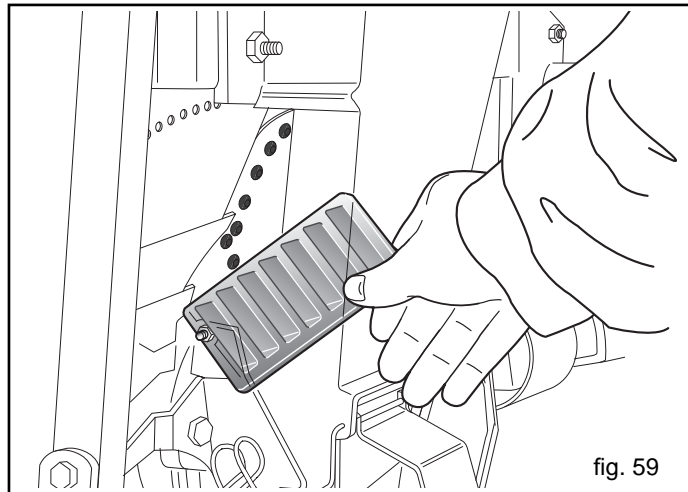

fig. 59
- Régler le sélecteur et contrôler par la grille que le disque ne porte qu'une graine par trou (Fig. 59);